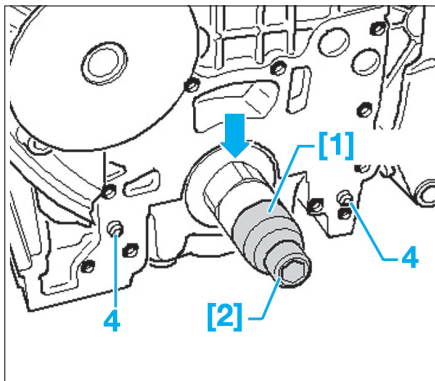

Fig. 17
- Placer le joint neuf sur les manchons d'ajustage (4) (Fig.17).